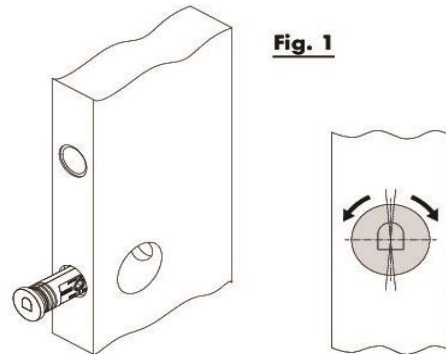

Fig. 1
2. Plaats het slot (fig. 1).
2. Mettez la serrure (fig. 1).